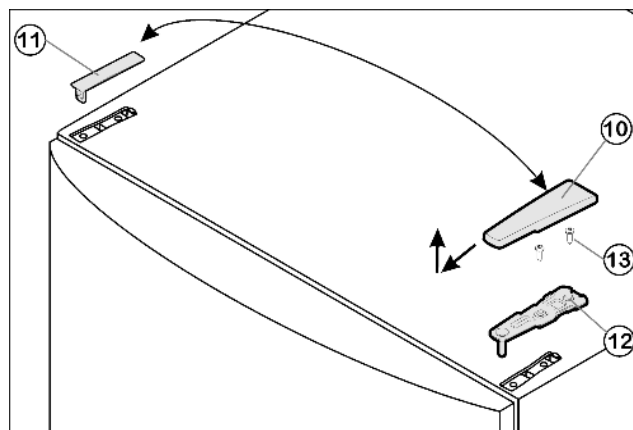

Fig. 4
- ▶ Потяните крышку Fig. 4 (10) вперед и вверх.
- ▶ Снимите крышку Fig. 4 (11).
- ▶ Открутите верхний опорный кронштейн Fig. 4 (12)(2 шт. Torx® 25) Fig. 4 (13) и вытяните вверх.
- Установите верхний опорный кронштейн Fig. 4 (12) на новой стороне шарнира и защелкните в дверце.
- Прикрутите верхний опорный кронштейн Fig. 4 (12) (с моментом 4 Нм) (2 шт. Torx® 25) Fig. 4 (13). При необходимости сделайте отверстия или используйте аккумуляторную отвертку.
- Защёлкните крышку Fig. 4 (10) и крышку Fig. 4 (11) на противоположной стороне.